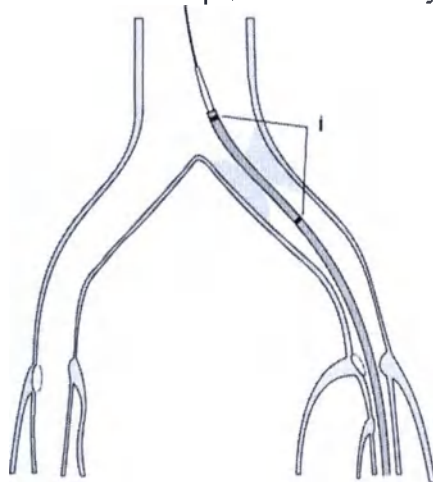

Fig. 4
8. Вытяните систему доставки стента при рентгеноскопии, пока рентгеноконтрастные маркеры стента (i) не окажутся в желаемом положении. Теперь стент готов к развертке (Рис.4).